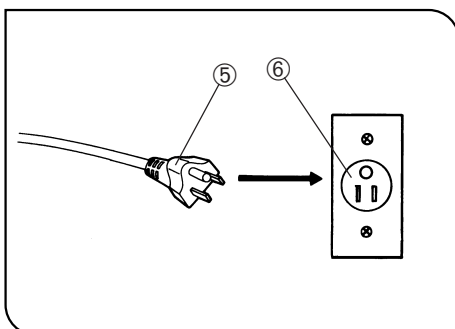

Abb. 37
- 3. Den Netzkabelstecker ⑤ in eine Wandsteckdose ⑥ einstecken. (Abb. 37)